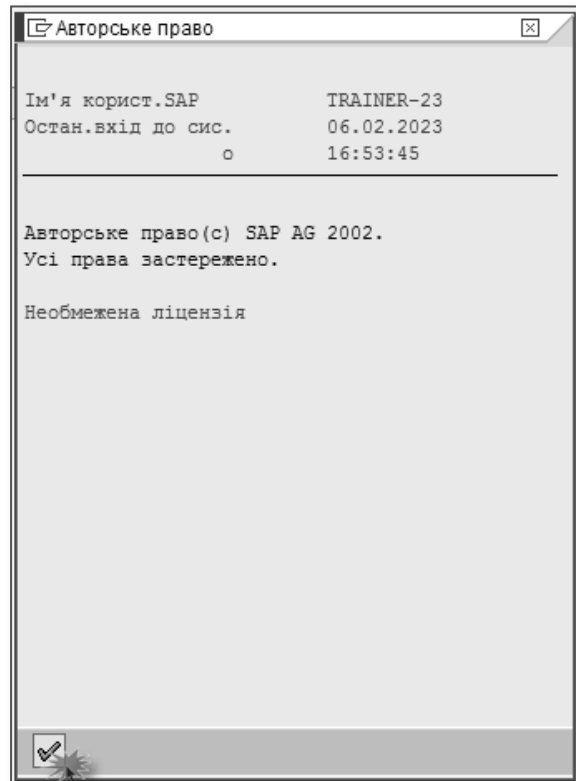

Рис. 1.3
4. На наступному екрані відкриється повідомлення про авторське право (Рис. 1.3). Натиснути  або «Enter» та перейти далі.